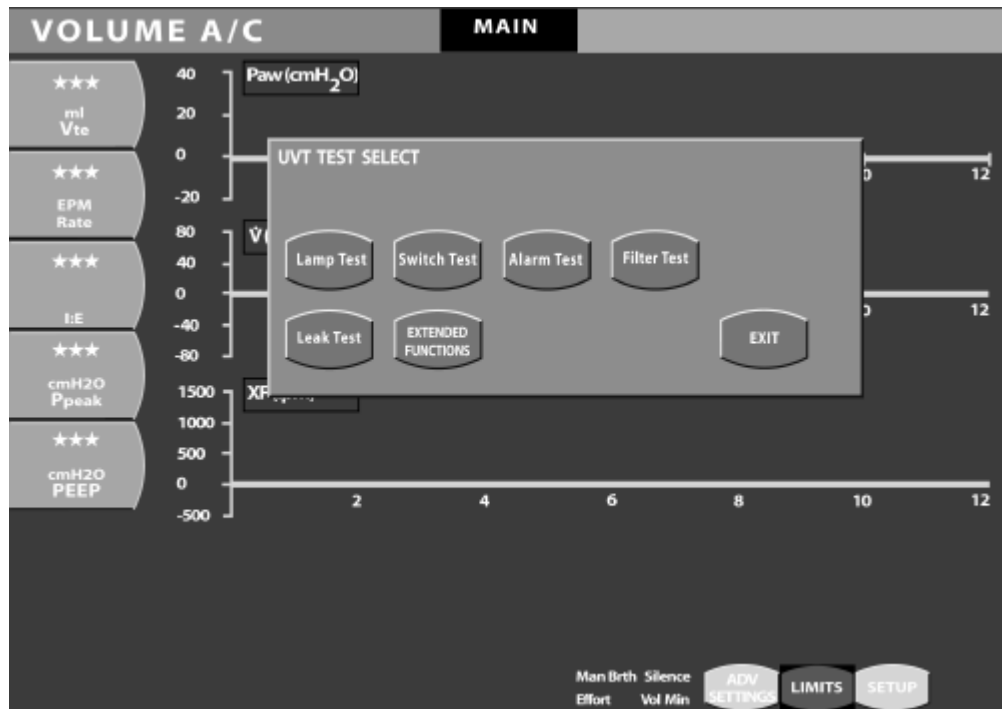

Figura 2.18 La pantalla de pruebas de verificación del usuario con la pantalla principal en Modo Servicio
5. Presione el icono de la pantalla táctil **Paciente desconectado**. Aparece la pantalla de selección de pruebas de verificación del usuario (véase la figura 2.18).